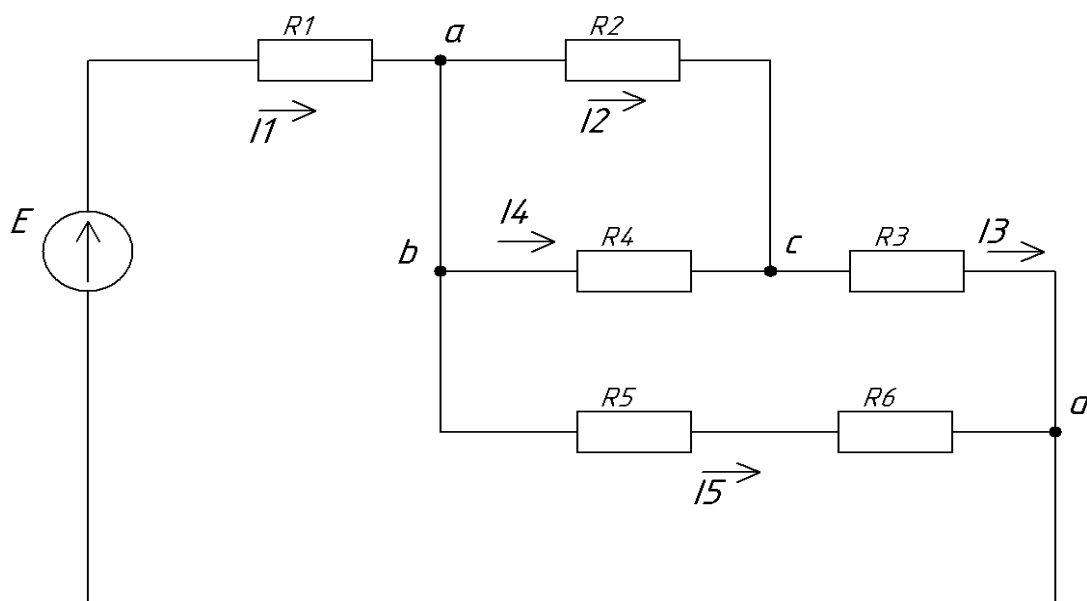

Рис.2
Из определения ветви, приведенного выше, в каждой ветви будет протекать свой ток I . Эти токи в каждой ветви необходимо обозначить на схеме. Каждый ток должен иметь свой индекс, отличный от других токов и свое направление, заданное стрелкой. Направление токов в ветвях задается произвольно (См. рис.2).
Для схемы на рис.2, которая содержит пять ветвей и пять токов в них, необходимо составить пять уравнений. Два уравнения по первому закону Кирхгофа (1) и (2) составлены выше. Поэтому по второму закону составляем еще три уравнения. Выбираем три контура, отвечающих принципу независимости. Это контур, образованный E , R_1 , R_5 и R_6 . Второй контур будет включать ветви с резисторами R_2 и R_4 . Третьим будет контур с резисторами R_4 , R_3 , R_6 и R_5 . Направление обхода всех контуров выберем по часовой стрелке. Запишем полученные уравнения:
Для схемы, изображенной на рис. 2., величины сопротивлений резисторов R1-R6 приведены в таблице 1. Известной величиной является ток $I_4=2A$. Необходимо рассчитать токи I_1, I_2, I_3, I_5 и ЭДС E . Правильность расчета токов нужно будет проверить путем составления *баланса мощности*.